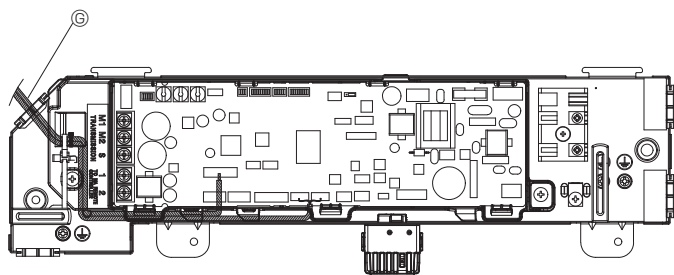

Fig. 5-5
3. Insérez le fil du KIT DE VANNE en option dans l'appareil intérieur par l'orifice d'insertion des câbles. (Fig. 5-5)